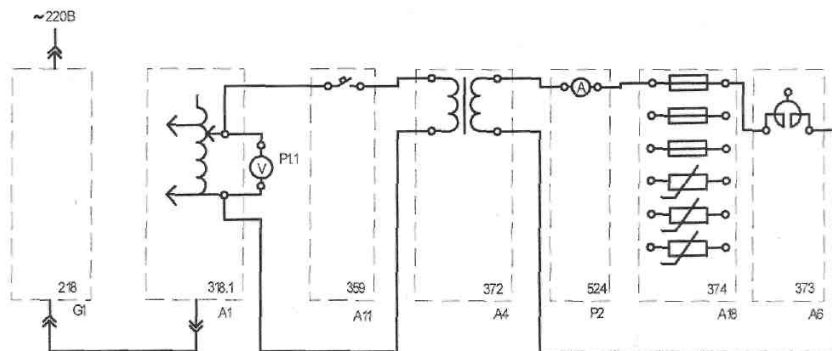

Рис. 7.1. Схема электрическая соединений элементов для снятия времятоковой характеристики предохранителей
**К пункту 1.2.** Схема электрическая соединений представлена на рис. 7.1.